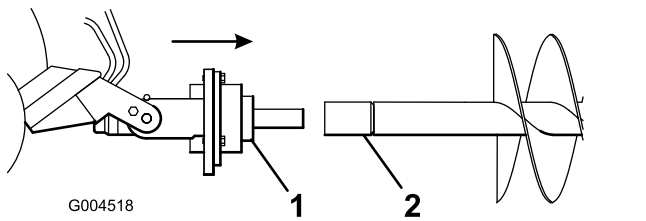

Bild 7
8. Schieben Sie die Antriebswelle in das Ende der Erdbohrerwelle (falls vorhanden), wie in **Bild 7** abgebildet.